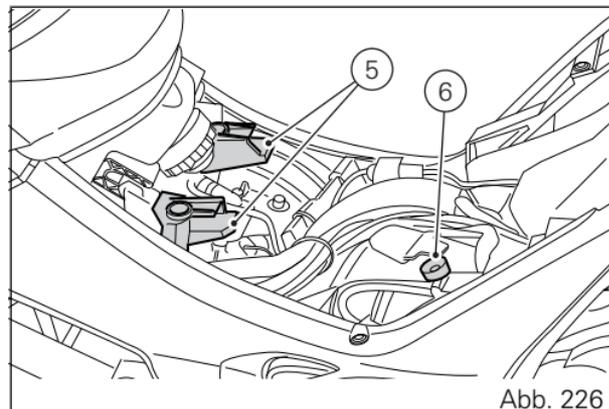

Abb. 226
Den vorderen Teil der Fahrersitzbank (4) mit den Langlöchern (7) in den Führungen (5, Abb. 226) anordnen und den Bolzen (6, Abb. 226) in den Sitz (8) einfügen.
Sicherstellen, dass sich der Bolzen (6, Abb. 226) in seinem Sitz (8) befindet.